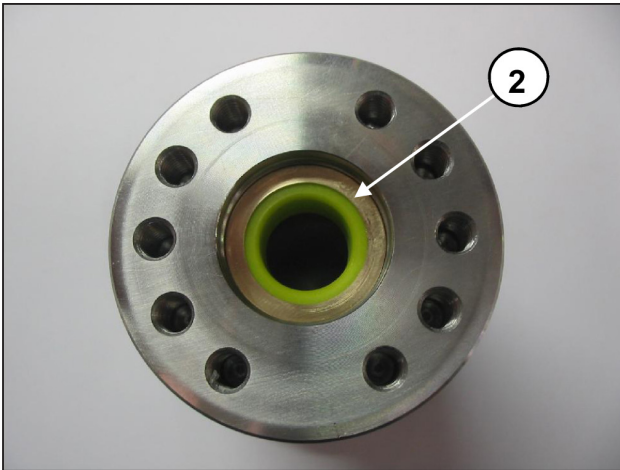

Fig. 41
- Introduire l'anneau anti-extrusion ② et la douille pour joints ③ en les positionnant comme le montrent les Fig. 41, Fig. 42, Fig. 43.